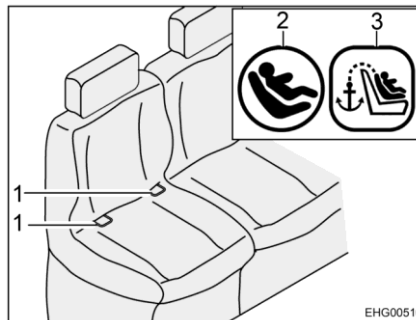
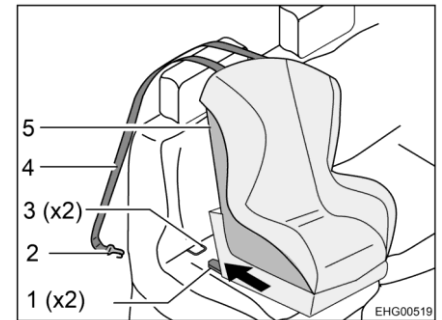

Fig. 11 Siège avec Isofix
Fig. 12 Fixation avec Top-Tether
- Encliqueter les bras d'encliquetage (Fig. 12,1) dans les étriers de fixation (Fig. 11,1 et Fig. 12,3). Un cliquetis clair doit être entendu.
- Vérifier à l'aide d'une forte secousse si le siège pour enfant (Fig. 12,5) est bien installé.
- Glissez la ceinture Top-Tether (Fig. 12,4) sur l'appuie-tête du siège du véhicule.
- Accrocher le crochet de fixation (Fig. 12,2) au point d'ancrage en face arrière du siège.